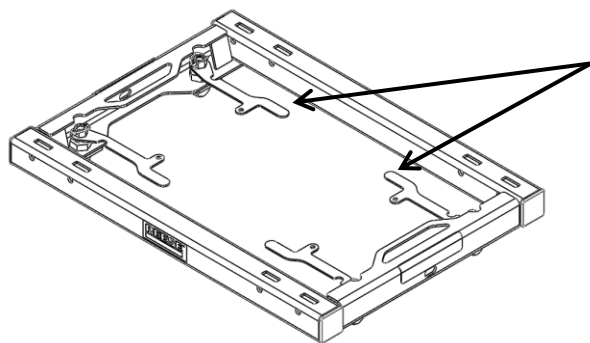

Figura 3a. Manijas de anclaje en posición abierta
- Coloque la unidad dentro de discos con todas las manijas en la posición abierta (ver Figura 3a). Gire las manijas a la posición de bloqueo. Es normal que algunas manijas tengan muy poca resistencia, mientras que otras tengan una resistencia moderada al bloquearse. En caso de que una manija no se pueda bloquear a mano, deberá ajustarse.
2. Coloque el adaptador de montaje REESE sobre los discos y gire las manijas hacia la posición abierta (aproximadamente en paralelo con el tubo de base), (Figura 3a) hasta que el adaptador se acomode en los discos en todas las (4) esquinas.
2. Gire las (4) manijas hacia la posición abierta (paralela al tubo base, Figura 3a). Levante cada lado del adaptador fuera de los discos por separado, es posible que haya que manipular un poco las manijas para alinear los anclajes con los orificios de los discos para retirar.